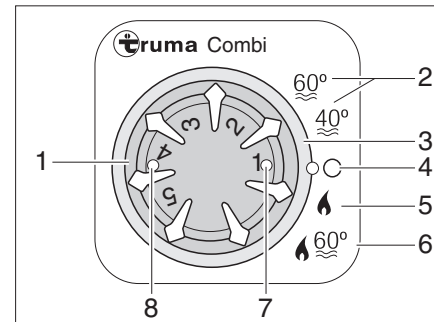

Bild 82 Bedieneinheit für Heizung/Boiler
- ▶ Betriebsart mit dem Drehschalter (Bild 82,3) einstellen.
Die Heizung wählt nach eingestellter Heizstufe selbstständig die benötigte Brennerstufe. Bei Betriebsart „Heizung und Boiler“ (Bild 82,6) wird auch das Wasser im Boiler erhitzt. Die Heizung kann in der Betriebsart „Heizung ohne Boiler“ (Bild 82,5) mit leerem Boiler betrieben werden.
- ▶ Temperaturdrehknopf (Bild 82,1) an der Bedieneinheit auf gewünschte Heizstufe stellen.
- ▶ Drehschalter (Bild 82,3) auf Winterbetrieb „Heizung ohne Boiler“ (Bild 82,5) oder auf Winterbetrieb „Heizung und Boiler“ (Bild 82,6) stellen.
Grüne Kontroll-Leuchte (Bild 82,7) leuchtet.
- ▶ Drehschalter (Bild 82,3) auf  (Bild 82,4) stellen.